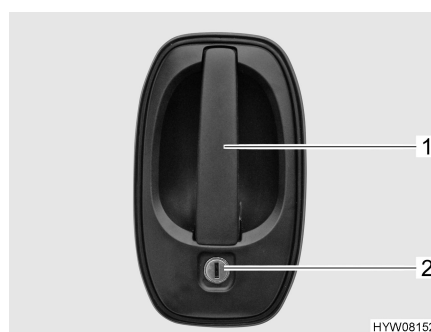

Fig. 6 Serrure de la porte cellule, à l'extérieur
- Insérer la clé dans le barillet (Fig. 6,2) et la tourner jusqu'à ce que la serrure de la porte soit déverrouillée.
- Tirer sur la poignée de la porte (Fig. 6,1). La porte est ouverte.
- Insérer la clé dans le barillet (Fig. 6,2) et la tourner jusqu'à ce que la serrure de la porte soit verrouillée.